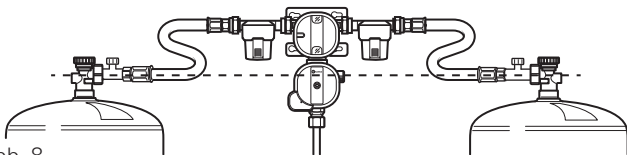

Abb. 8
- ▶ Beim Flaschenwechsel sicherstellen, dass die Hochdruck-Schläuche vom Eingangsanschluss des Gasdruckreglers immer ein konstantes Gefälle zu den Gasflaschen aufweisen (Abb. 8).